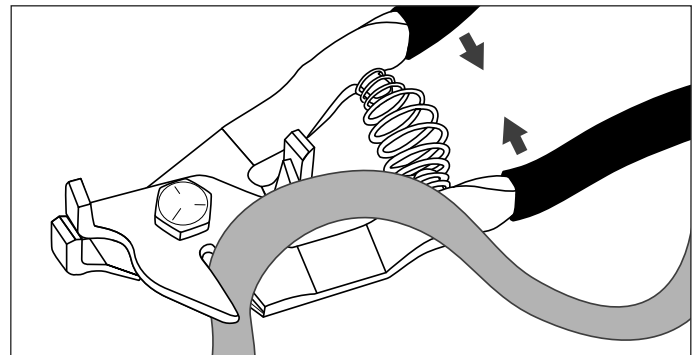

Figure 3
1. Placer le feuillard dans la fente de découpe. (Voir figure 3)